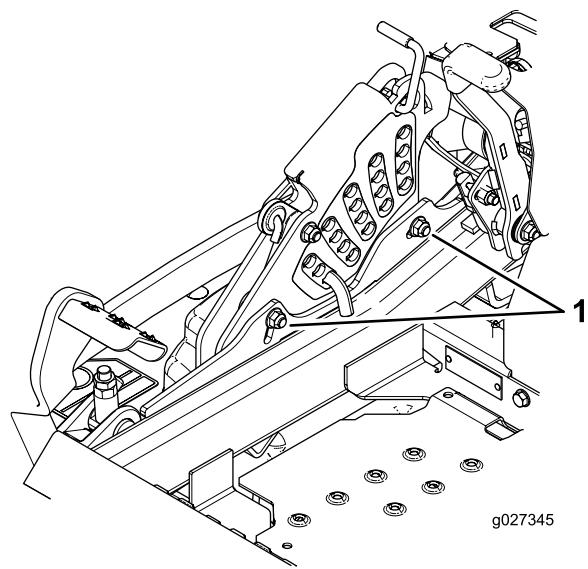

Figura 115
11. Para ajustar el sistema de ajuste de un solo punto, afloje los 2 pernos situados cerca del borde inferior de la pletina de altura de corte (Figura 115).
13. Apriete los 2 pernos en el borde inferior de la pletina de altura de corte (Figura 115).